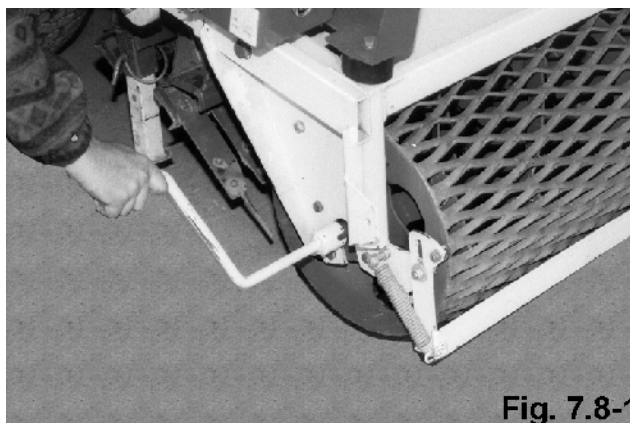

Fig. 7.8-1
- Inserte la manivela de giro en el extremo izquierdo del eje del rodillo (fig. 7.8-1)